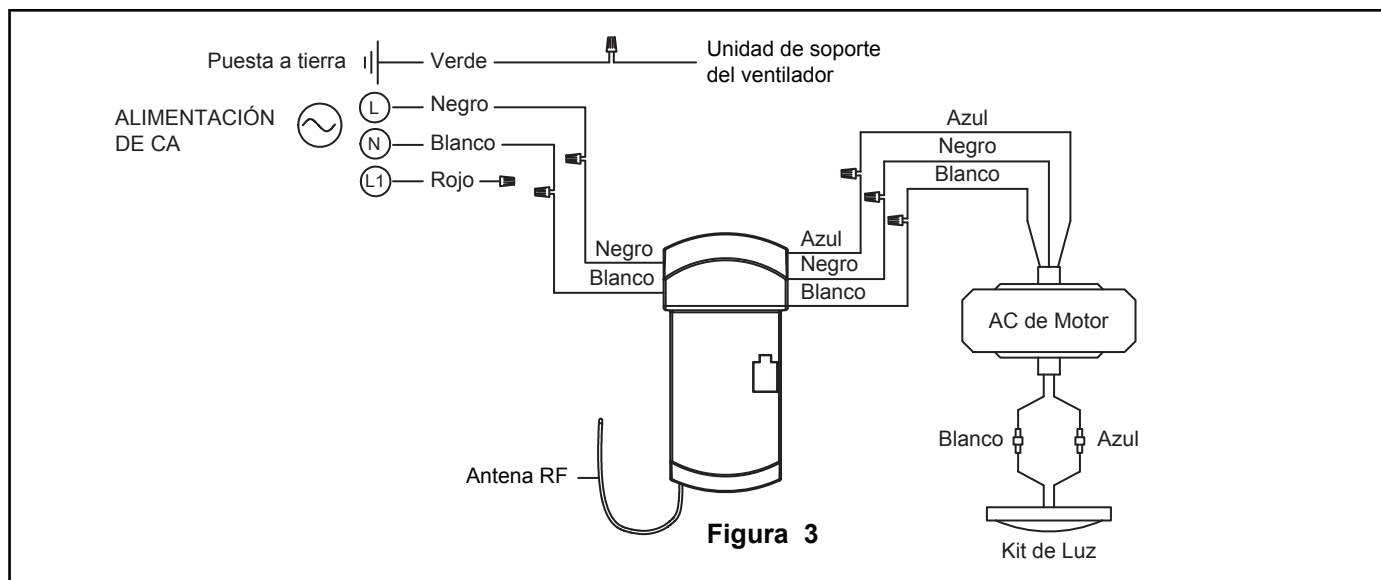

Figura 3
2. Conecte los conductor verde de la unidad de soporte del ventilador y conductor verde del suministro (puesta a tierra) con el conector de cables. Conecte el conductor negro de la unidad receptora marcado "AC IN L" al conductor negro de alimentación con el conector de cables. Conecte el conductor blanco de la unidad receptora marcado "AC IN N" al conductor blanco de alimentación con el conector de cables. Conecte el conductor blanco de la unidad receptora marcado "TO MOTOR N" al conductor blanco del ventilador con el conector de cables incluido con la unidad receptora. Conecte el conductor negro de la unidad receptora marcado "TO MOTOR L" al conductor negro del ventilador con el conector de cables que se adjunta con la unidad receptora. Finalmente, conecte el conductor azul de la unidad receptora al conductor azul de la iluminación del ventilador con el conector de cables que se adjunta con la unidad receptora. (Figura 3)
3. Luego de empalmar los cables y realizar la conexión, sepárelos y dóblelos hacia arriba con el conductor conexión a tierra (blanco) y a tierra del equipo (verde) debe ir en un lado de la unidad de soporte del ventilador y el conductor sin conexión a tierra (negro y azul) debe ir del otro lado. (Figura 3)